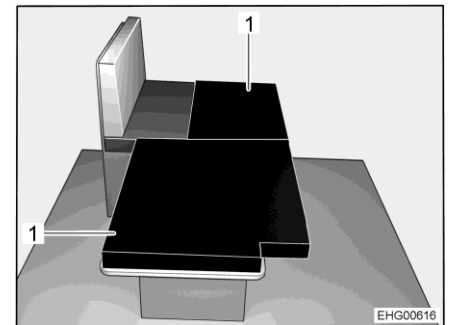

Fig. 50 Après la transformation
- Placer les deux coussins supplémentaires (Fig. 50,1) comme illustré sur la table abaissée.